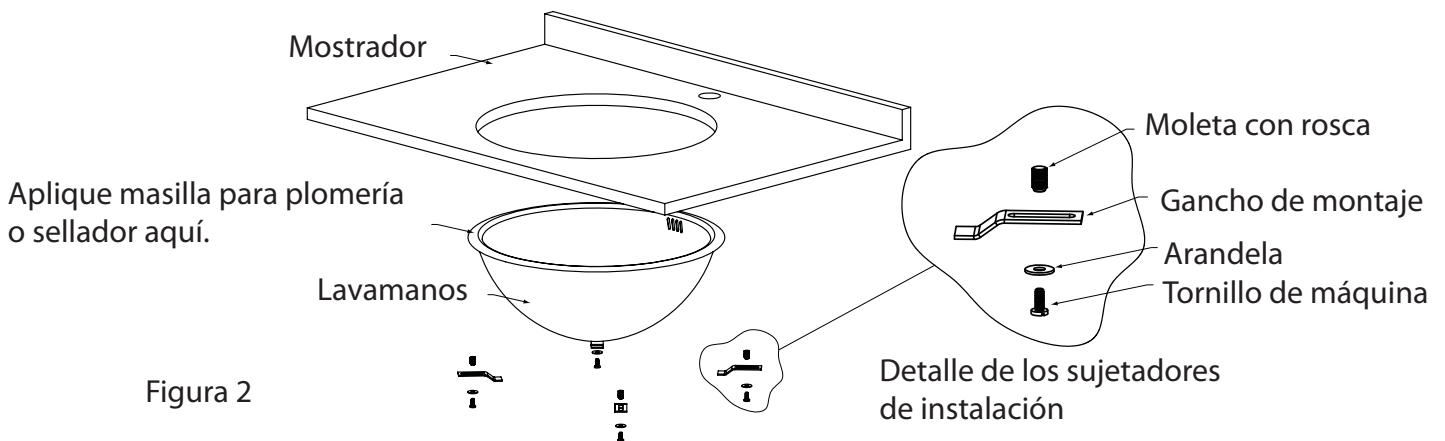

Figura 2
- o Vea la figura 2, de detalle de los sujetadores de montaje [Instalación de mostradores de superficie sólida con un mínimo espesor de 1" (25mm). El instalador debe proporcionar anclajes para los mostradores menos gruesos.]
- o Para las superficies sólidas, taladre el agujero del anclaje con 3/8" de diámetro x 1/2" de profundidad. Aplique una cantidad pequeña de adhesivo "epoxy" (no proporcionado) para sellar el extremo de la moleta con rosca (C). Inserte la moleta con rosca (con el extremo roscado abierto expuesto).
- o Coloque los sujetadores de instalación inferior (B) para sostener el lavamanos en su lugar.